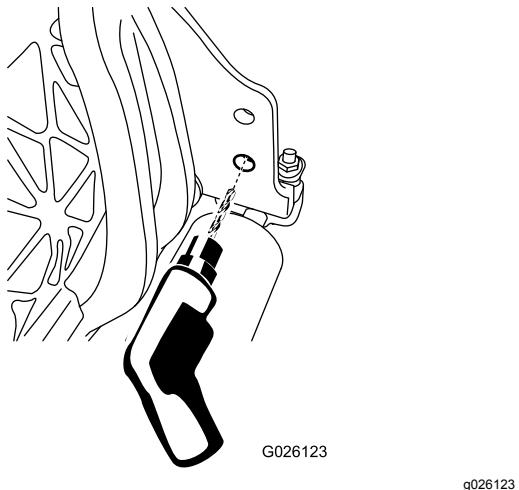

Figura 5
1. Alargue o furo inferior do lado direito da unidade de corte utilizando uma broca de 9 mm (Figura 5).